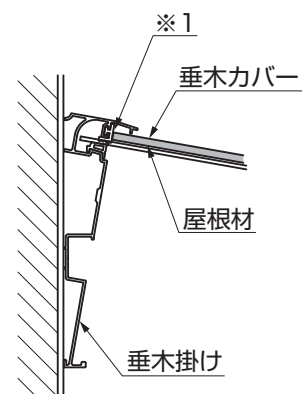

図12-8 A部詳細図
- 垂木カバー、妻垂木カバーは、垂木掛けに突当てて、(※1)取付けてください。(図12-8参照)